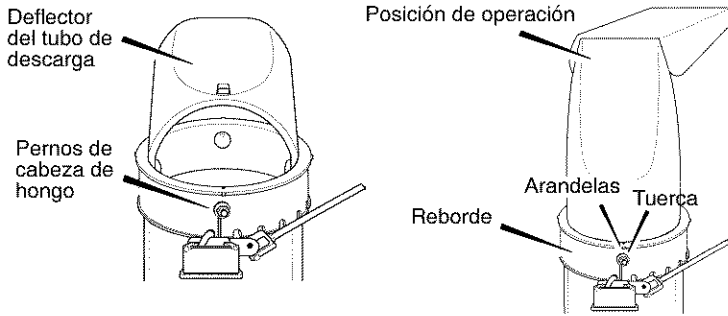

Figura 68
1. Quite el **perno cabeza de hongo**. Vea la Figura 68.